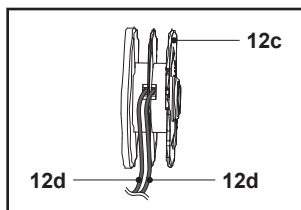

Fig. 25
5. Faire passer une extrémité des nouveaux fils de coupe (12d) dans le petit œillet de la bobine de coupe-bordures (12c) dans le sens des flèches (Fig. 25).